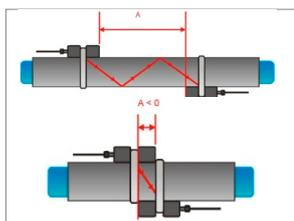

Рис. 4. Диагональный режим
Сигналы минуют трубу по нечётному числу проходов. Режим используется для больших труб и для грязных/азрированных жидкостей, где может произойти ослабление сигнала. Расстояние датчика при такой конфигурации может быть отрицательным (прекрывание датчиков) (Рис. 4).
- Нечетное число: датчики - на противоположных сторонах (Рис. 4). Подтвердите нажатием **ENTER**. Каналы задаются выбором **Мастер установки Кан. 1** или **Кан. 2** соответственно.